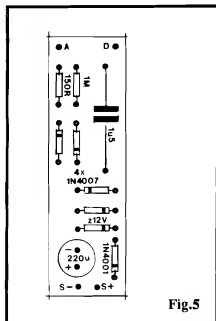

Fig.5
**- FIG. 5 - CAIXA E ACABAMENTO EXTERNO...** - Na sua configuração básica (o "modelito", certamente, aceita muitas variações, a critério do gosto estético e da criatividade de cada um...), o circuito do SESEQ pode ser acondicionado num *container* retangular, com as dimensões mínimas relacionadas na figura, e contendo uma "janela" (dimensões básicas também indicadas no diagrama...) para visualização do *display* de 20 LEDs, recoberta por um filtro de acrílico transparente vermelho (para melhoria do desempenho ótico do sistema...). Ainda por razões estéticas e de favorecimento da própria visualização, convém que o acabamento externo da caixa seja em preto fosco... A fiação de alimentação e controle, poderá sobressair de uma das laterais do *container* ou ainda do fundo deste... Dependendo também da instalação final do par de módulos (nunca esquecer que são necessários dois conjuntos completos do SESEQ...), serão ainda necessários alguns implementos de fixação, como braçadeiras, suportes em "L", parafusos, etc. Outra possibilidade prática para a fixação dos módulos do SESEQ consiste na utiliza-
- FIG. 5 - "CHAPEADO" DA MONTAGEM - MÓDULO "A" - A placado módulo A, vista agora pela sua face não cobreada, traz claramente as informações dos componentes estilizados, com seus códigos, valores, polaridades, etc., de modo muito fácil de seguir... Lembrar que todos os diodos (inclusive o zener...) são polarizados, e que assim a orientação de suas extremidades de *catodo*, marcadas pelas faixas ou anéis, deve ser rigorosamente respeitada... Atenção também à polaridade dos terminais do